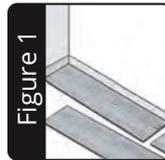

Figure 1
**1.** Legen Sie eine Reihe loser Paneele (Abbildung 1) auf, ohne diese miteinander zu verbinden, um zu überprüfen, ob die Länge des ersten Paneels angepasst werden muss, damit das Endstück nicht weniger als 20 cm beträgt oder messen Sie die Länge des Raums ab und dividieren Sie diese durch die Länge eines Paneels.